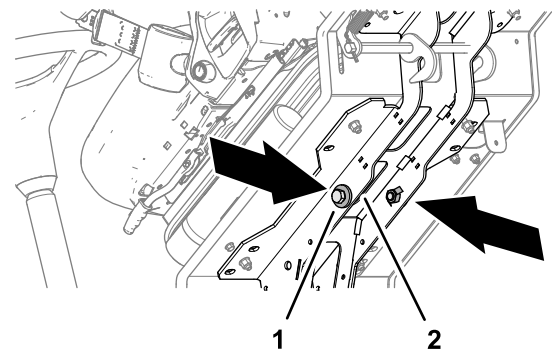

Bild 34
3. Kippen Sie die Plattform nach vorn und entfernen Sie die 2 Schrauben, 12 x 40 mm und 2 Beilagscheiben 12 mm, die in den Stützschienen der Plattform gelagert sind (Bild 34).